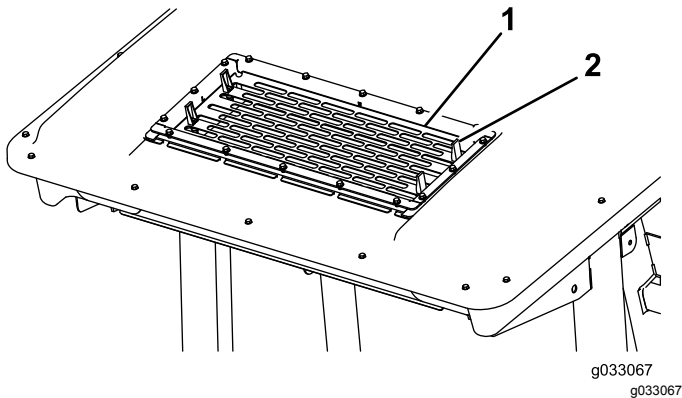

図 56
2. エアコン用スクリーンのタブ4個 **図 56**を外してスクリーンを取り外す。